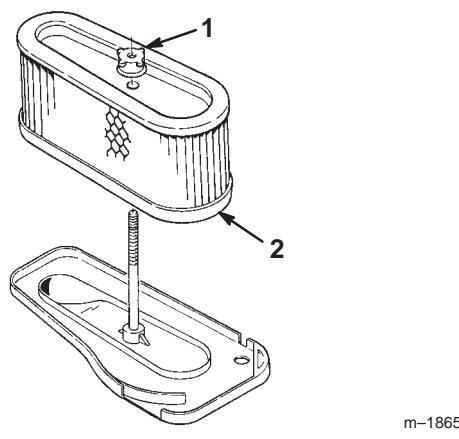

Bild 20
5. Schrauben Sie die Gummimutter los und entfernen den Papiereinsatz (Bild 20).
2. Schieben Sie den Luftfilter auf die lange Stange. Drehen Sie die Gummimutter mit der Hand gegen den Luftfilter (Bild 20).